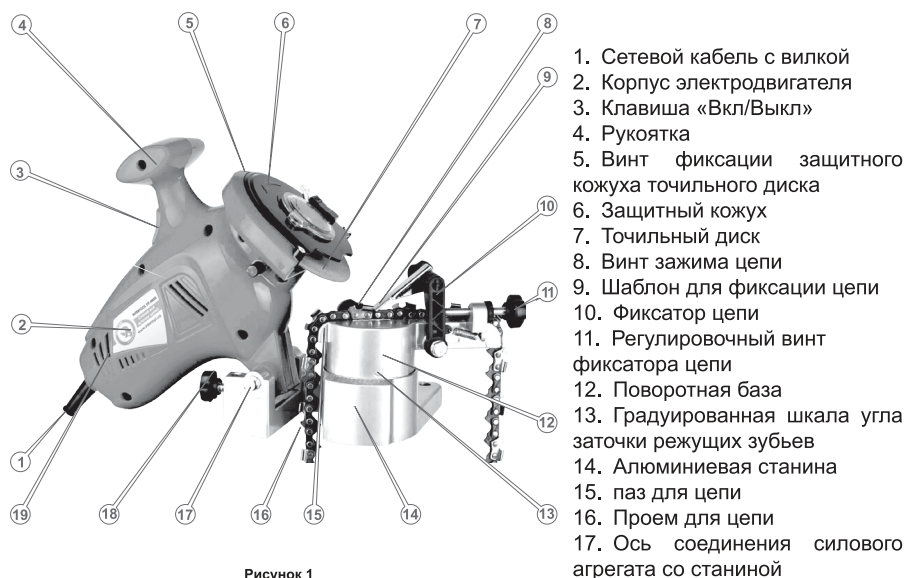
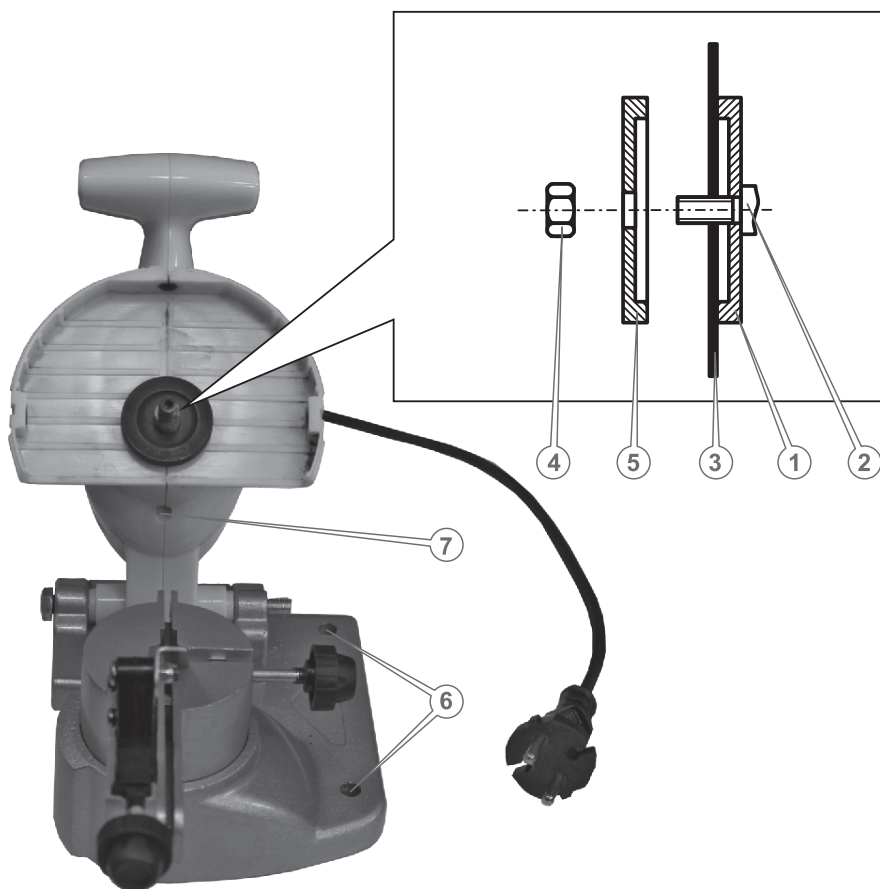

Рисунок 1
Рисунок 3
Установите изделие на жесткую ровную горизонтальную поверхность рабочего стола (верстака) таким образом, чтобы проем для цепи (16) (см. рис. 1) полностью выступал за пределы рабочего стола (верстака) и при этом было обеспечено максимальное удобство в работе. Надежно закрепите станину станка на рабочем столе (верстаке) болтами (в комплект поставки изделия не входят), используя монтажные отверстия (6) (см. рис. 3).
1. Послабьте (открутите на 4 оборота) винт фиксации защитного кожуха (5) (см. рис. 1) точильного диска
2. Снимите защитный кожух (6) (см. рис.1).
3. Наденьте на шпиндель (2) вала редуктора шайбу (1) (см. рис. 3).
4. Наденьте на шпиндель точильный диск (3) (см. рис. 3).
5. Наденьте на вал шайбу (5) (см. рис. 3).
6. Вставьте штифт (6) (см. рис. 2) в отверстие (7) (см. рис. 3) чтобы
7. Закрепите точильный диск – надежно закрутите ключом прижимную гайку (4) (см. рис. 3) с размером «под ключ» $S = 13$ мм.